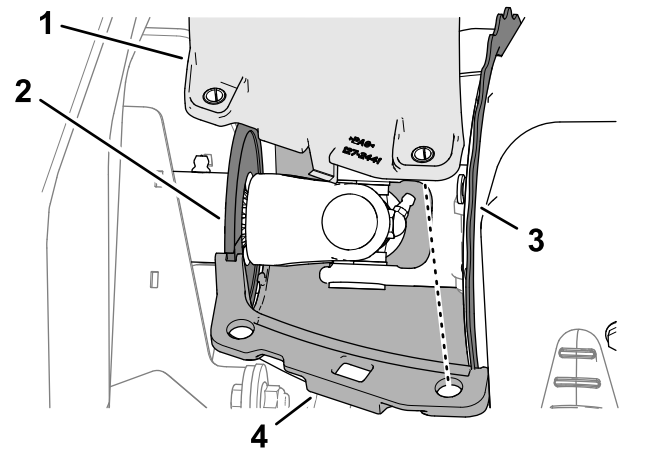

Figura 67
1. Aliniați canelurile din carcasele de aer de răcire superioară și inferioară ale alternatorului cu garnitura periei arborelui de transmisie și flana capacului alternatorului (Figura 67).